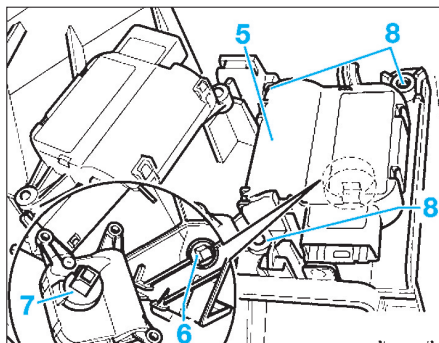

Fig. 34
- Déposer le servomoteur (5) (Fig.34).